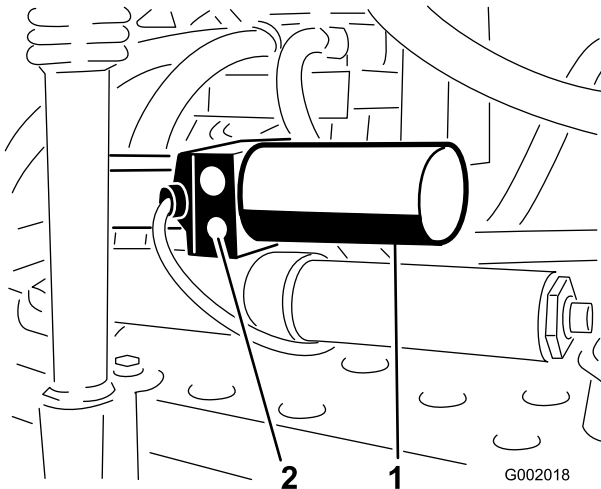

Bild 70
1. Ermitteln Sie das manuelle Überdruckventil am Aktuator jedes Spritzgestänges. Das manuelle Überdruckventil ist das kleinste Ventil. Es befindet sich nur an einer Seite des Aktuators (Bild 70).